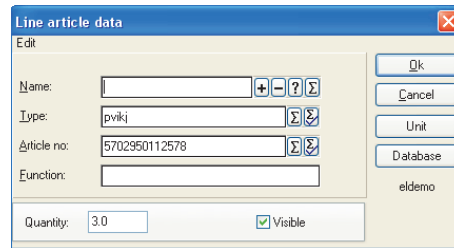

Рис. 25
- 7 Последнее, что нам необходимо сделать – это ввести нужное количество, т.е. длину кабеля в метрах. В поле *Quantity* пишем *3.0* и давим на *OK* (рис. 25).